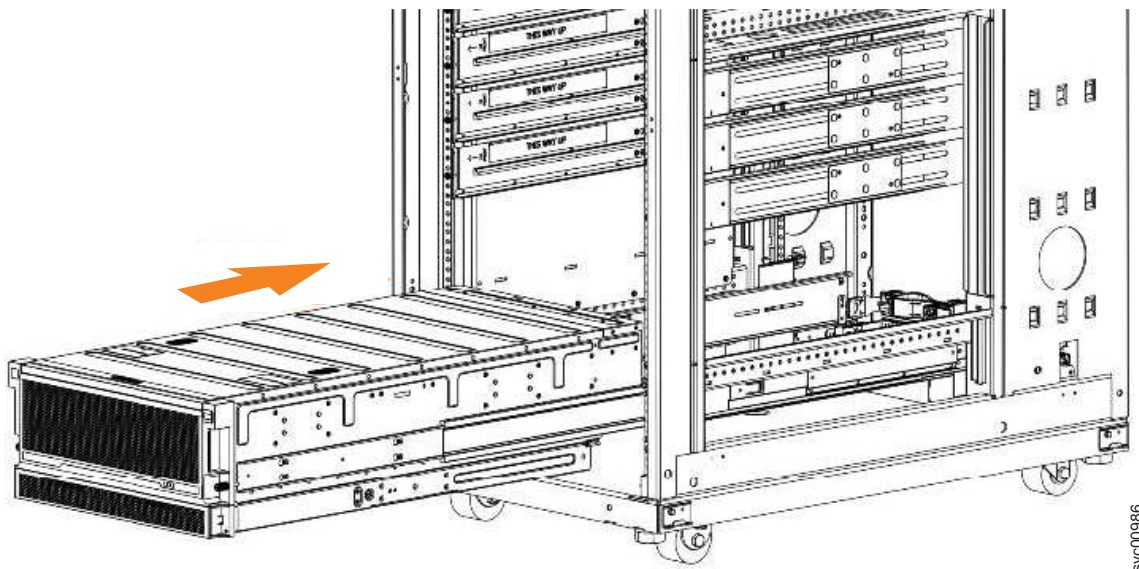

Figura 60. Exemplo de instalação do gabinete no rack
- Instale o gabinete de expansão na posição mais baixa no rack. A Figura 60 na página 66 mostra um exemplo.